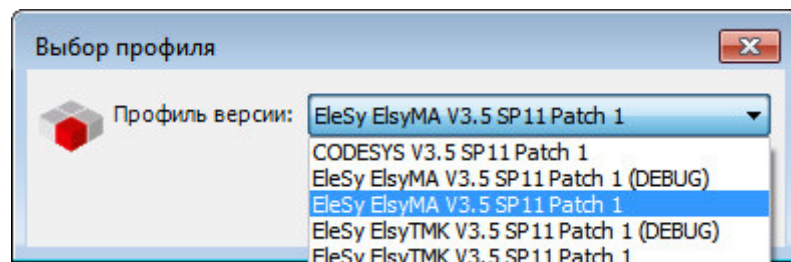

Рисунок 5.1 – Окно выбора профиля CoDeSys
2. В появившемся окне выбора профиля (рисунок 5.1) необходимо выбрать *EleSy ELSYMA V <версия>SP6 Patch <версия>*.